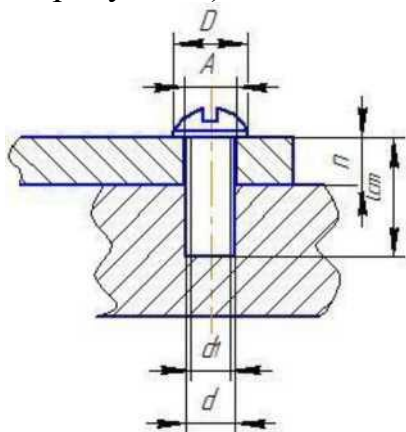

Рисунок 4 - Упрощенное соединение винтом ГОСТ 17473-80
- Стандартная длина и остальные размеры подбираются по справочнику (смотри рисунок 4).